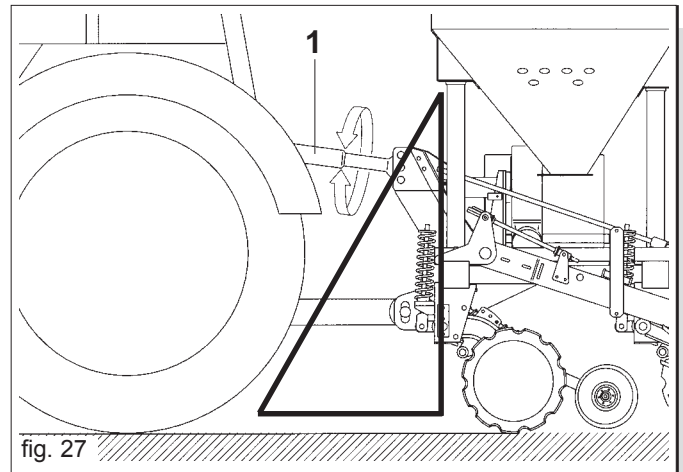

fig. 27
- Für die Anbau-Version die Oberlenkerlänge prüfen (1 Abb. 27);